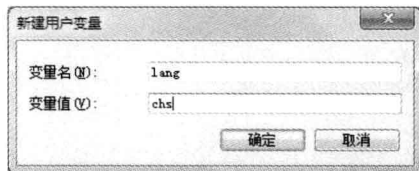

图 1.11 【新建用户变量】对话框
Step 4 单击【(用户名)的用户变量】选项组中的【新建】按钮，系统弹出如图 1.11 所示对话框。在该对话框中可以进行变量名称和变量值的赋予。